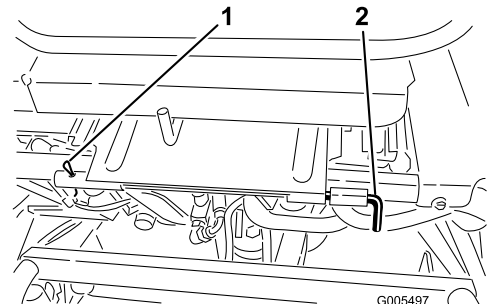

Figura 33
3. Abbassate il sedile e togliete la coppiglia che fissa l'asta orientabile del sedile al telaio (Figura 33).